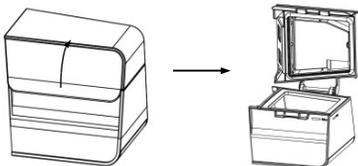

Imagen 13-2
(1) Abra la tapa como muestra la Imagen 13-2, y llene la cámara de agua con aproximadamente 360 ml. de agua como indica la Imagen 13-3. Asegúrese de que el agua no supere la línea de nivel máximo.